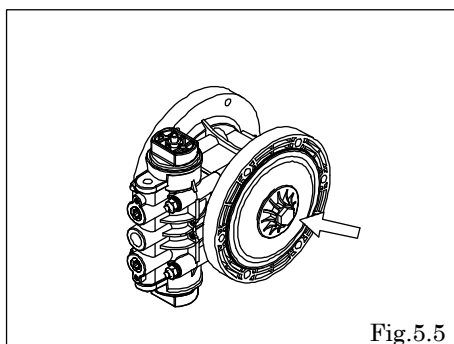

Fig.5.5
- 付属工具（専用工具：部品番号 771244）を使用してセンターディスクを外す。[Fig.5.5]
- 片側のセンターディスク（外側）が外れたところでダイアフラム、センターディスク（内側）を外し、反対側のセンターディスク、ダイアフラム、センターロッドを本体から取り出す。[Fig.5.5]